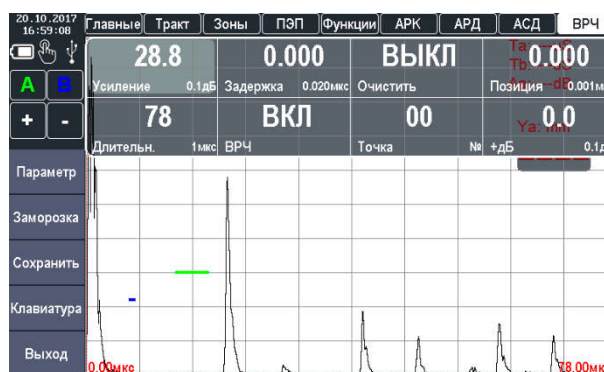

Рисунок 2.40 – Включение режима ВРЧ
4. Найти максимальный сигнал от ближнего отражателя, регулируя усиление, установить вершину импульса на уровень 50-80 % экрана (рис. 2.40).